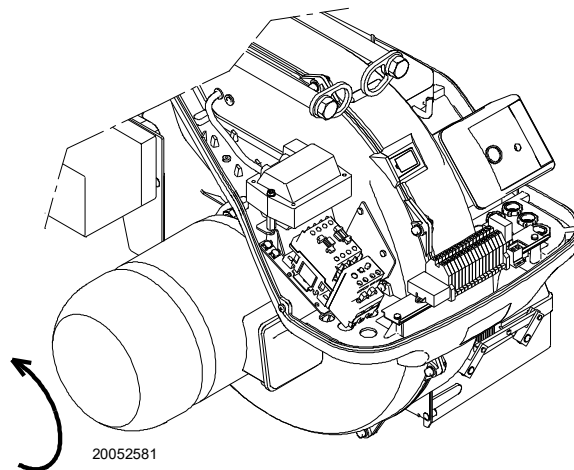

Fig. 25
- controllare il senso di rotazione del motore del ventilatore, come mostrato in Fig. 25.